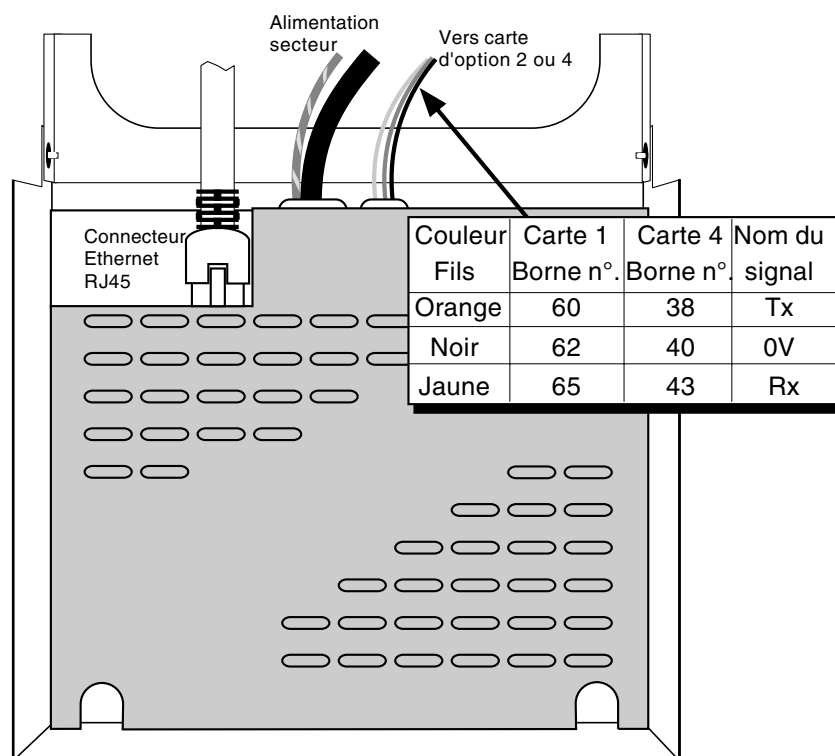

Figure 8.1 Détail du câblage du serveur Ethernet
- a Vérifiez le câblage entre le serveur Ethernet (dans le capot arrière) et les connecteurs de la carte de communication de la centrale vidéo 4100G (Figure 8.1).